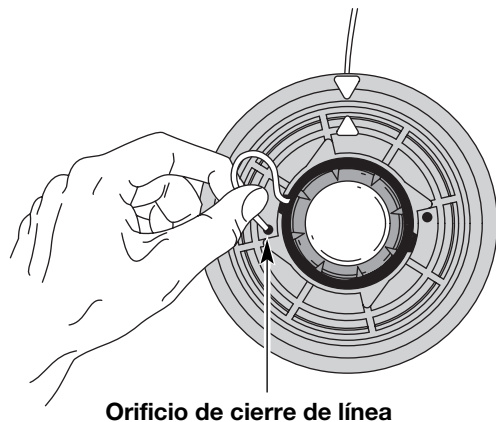

Fig. 17
5. Inserte la línea en el orificio de cierre (Fig. 17). No empuje la línea más de 12,7 mm (1/2 pulgada) dentro del orificio de cierre. Cuando la línea está bien insertada, formará un bucle pequeño (Fig. 17).